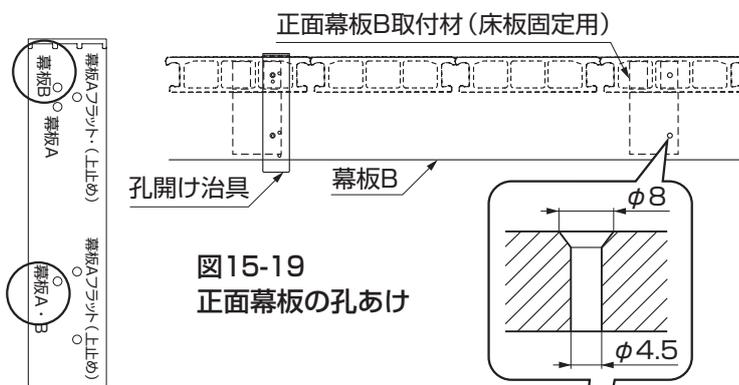

図15-19
② 孔開け治具を使って、正面幕板B取付材(床板固定用)が付いている部分に、φ4.5の下孔とφ8サラ取りを幕板Bにしてください。(図15-19参照)